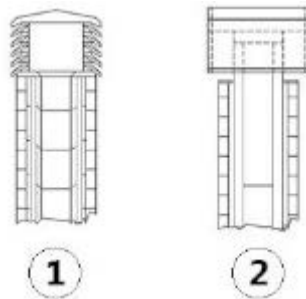

Fig. 8 - Extremos de chimenea antiviento
- AK. Controlar rigurosamente que haya sido instalada una cumbreira o sombrero anti viento **Fig. 8** según las normas vigentes. Del terminal, cumbreira o sombrero adecuado dependerá en gran medida la correcta evacuación de los humos y previene muchos problemas de instalación.